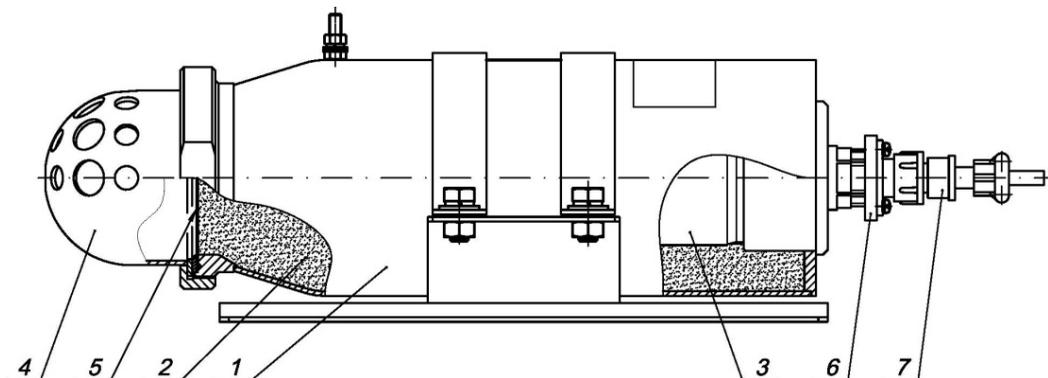

Рисунок 3 - Устройство модуля.
4.1 Модули (см. рис.3) состоят из стального корпуса **1**, заполненного огнетушащим порошком **2**, генератора газа **3**, насадка-распылителя **4** и разрывной мембраны **5** с насечками. Разрывная мембрана плотно прижата к корпусу насадком-распылителем.